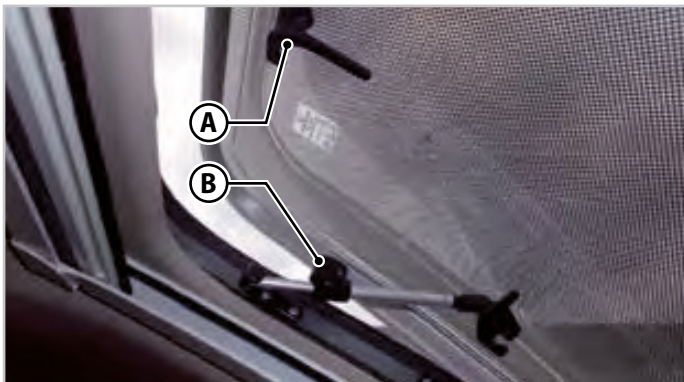

Fig.6.9 - Panoramaventil
1. Vrid spakarna (**A**-Fig.6.9) i vertikalt läge.
3. Lås hyttventilen genom att skruva loss låsknapparna (**B**-Fig.6.9) på teleskoparmarna.
1. Skruva loss låsknapparna (**B**-Fig.6.9) på teleskoparmarna.
3. Haka fast alla spakar (**A**-Fig.6.9).